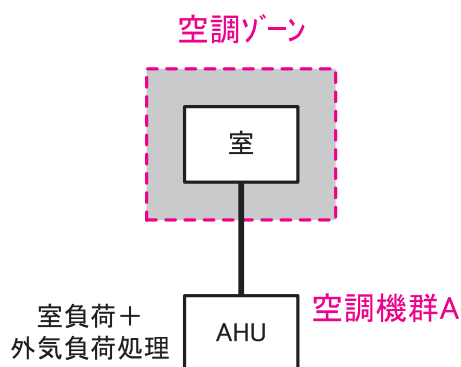

図 2-2-1 室と空調機群が1対1の場合
- ・一つの「室」を1つの空調機群で空調する(室負荷も外気負荷も同一空調機群で処理)場合は、「室」と「空調ゾーン」は同一となる。(図 2-2-1 「室と空調機群が1対1の場合」)